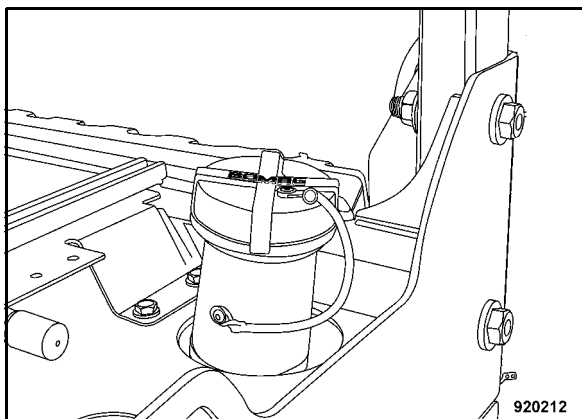

Fig. 152
- Togliere il coperchio del serbatoio dell'acqua (Fig. 152).